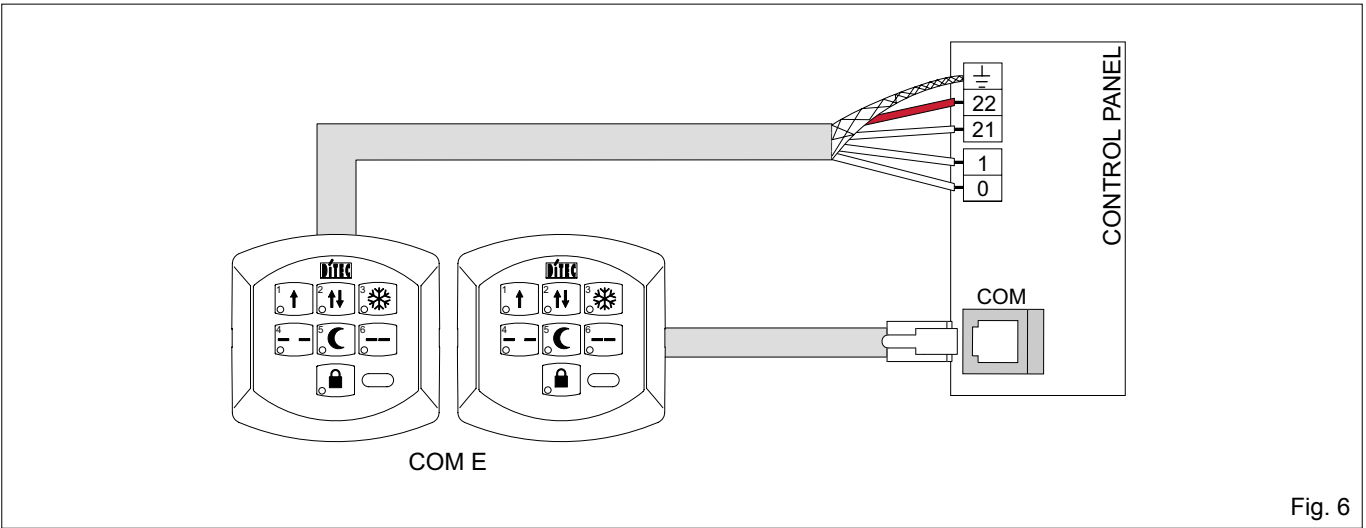

Fig. 6
- E' possibile collegare due selettori ad un'unica automazione, come indicato in fig. 6.
- The two selectors can be connected to one single automation, as shown in fig.6.